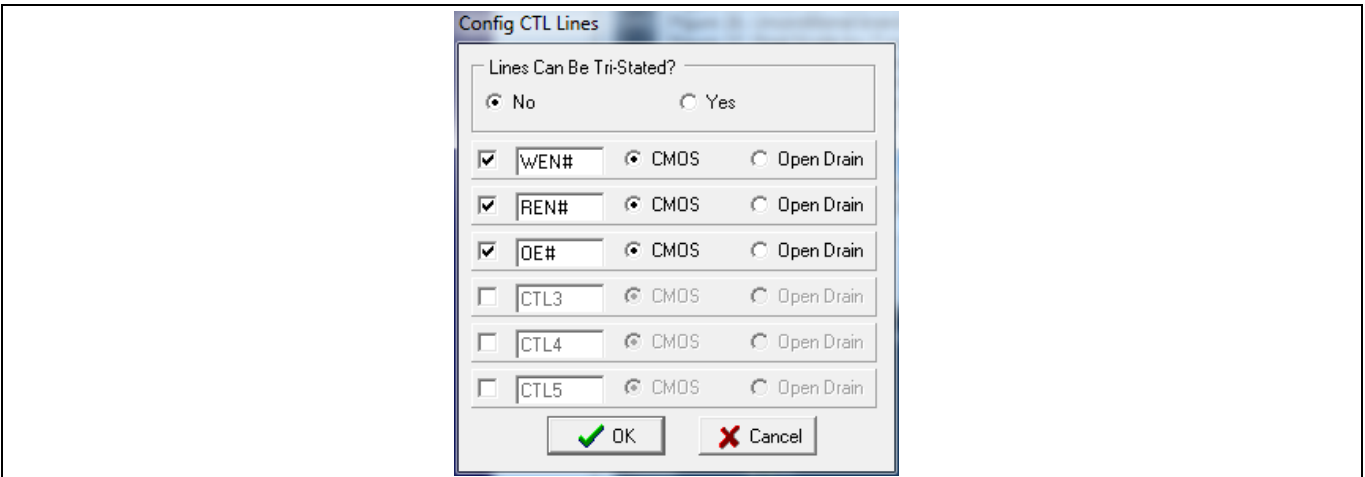

Figure 34 CTL 引脚配置
7. 右击 CTL 标签，并对 CTL 信号进行配置，如 **Figure 34** 所示。